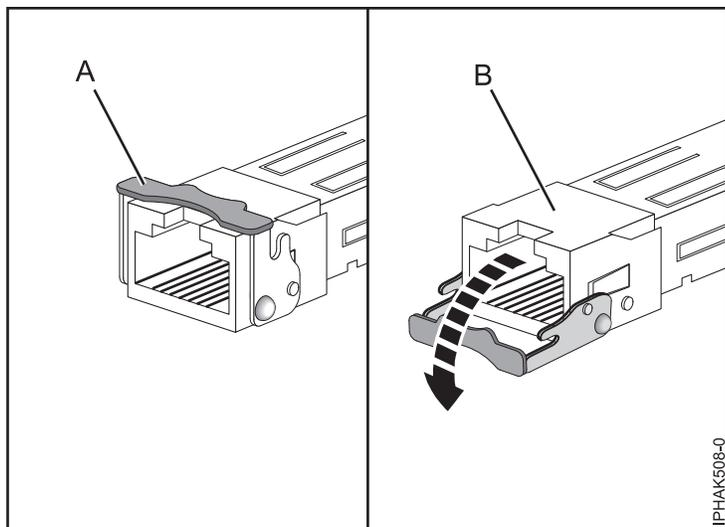

Figura 50. Remover transmissores-receptores SFP dos adaptadores
- b. Abra o trinco (A) ao rodá-lo para baixo e no sentido contrário da placa, como demonstrado em Figura 50.
- c. Faça deslizar o transmissor-receptor (B) para fora do hardware do adaptador.